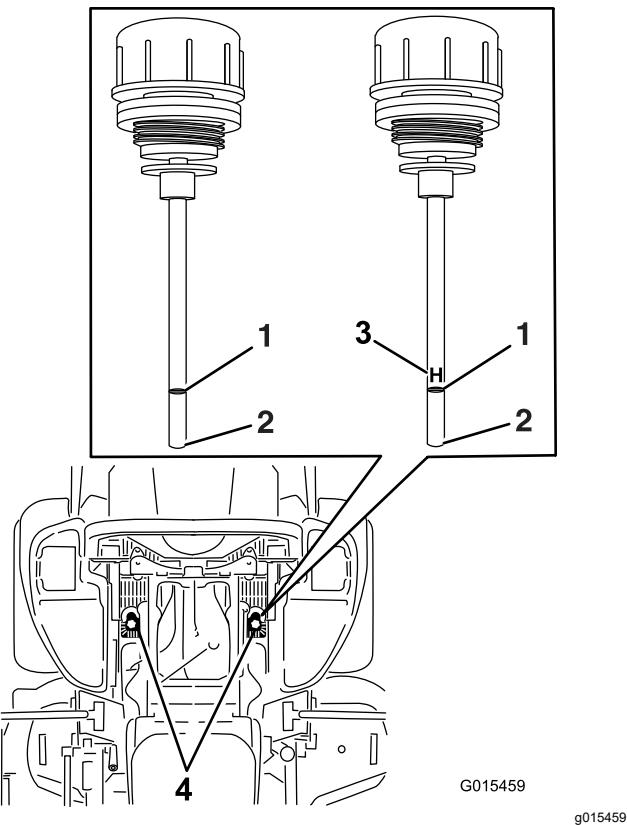

Figure 110
- Nettoyez la surface autour des jauge des réservoirs du système hydraulique (Figure 110).
- Sortez une jauge du réservoir hydraulique (Figure 110).
- Ressortez la jauge et examinez l'extrémité (Figure 110).
- Si le niveau de liquide est au repère minimum, versez lentement la quantité de liquide qui convient dans le réservoir hydraulique pour faire monter le niveau jusqu'au repère maximum (H).